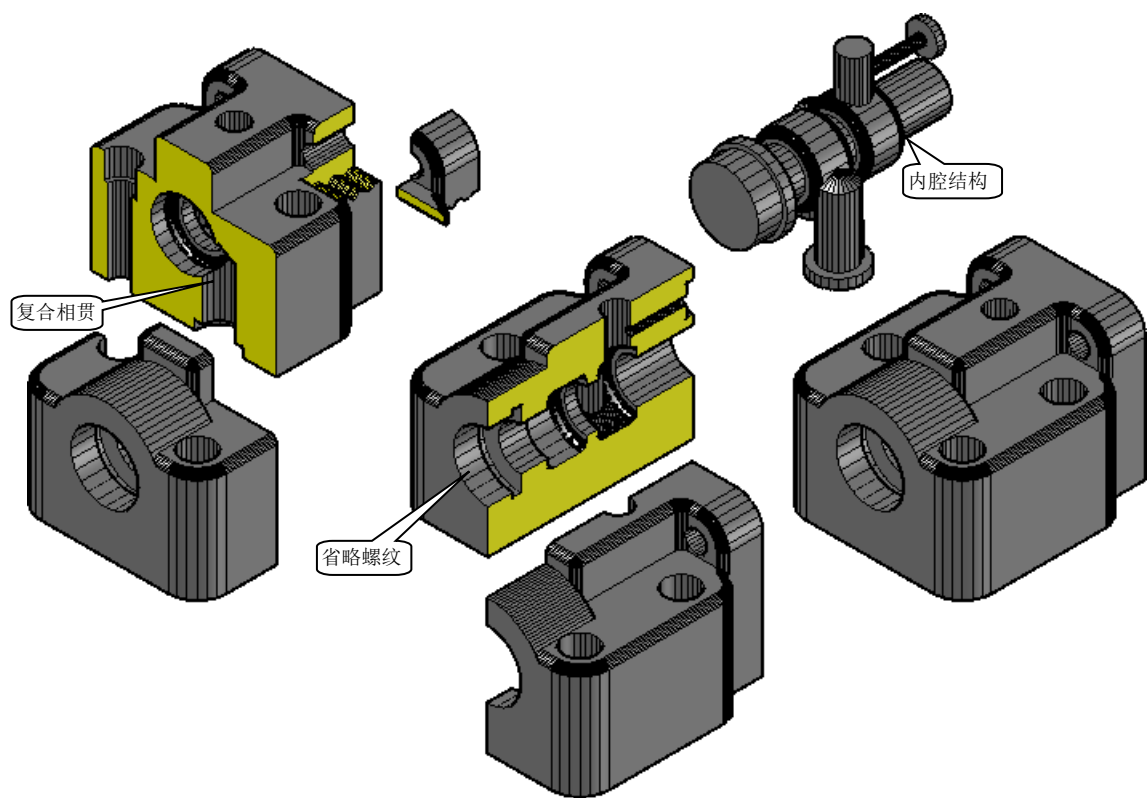

图 26 阀体零件图及立体分析
2) 拆画时可以将空白纸覆盖在装配图上描画。最终结果如图 26 所示。